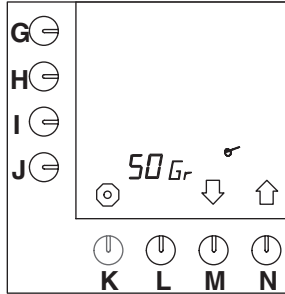

Fig. 48 Réglage du calculeur de café
- Appuyez sur la touche de sélection (N.)↑ jusqu'à ce que la fig.48 s'affiche sur l'écran de contrôle.